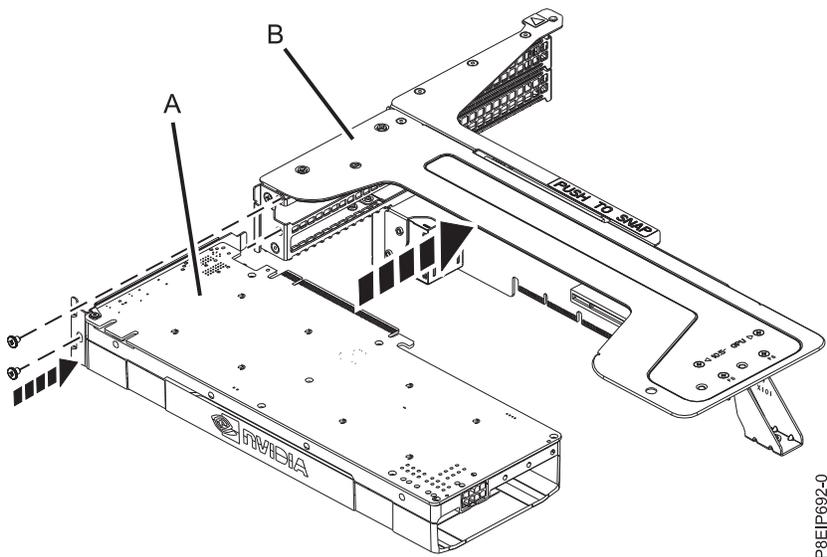

Abbildung 27. Grafikprozessor in die Riserkarte einsetzen
- a. Setzen Sie den Grafikprozessor (**A**) in die Riserkarte für PCIe-Adapter (**B**) ein (siehe Abb. 27).